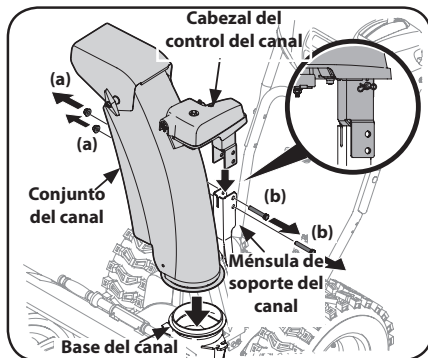

Figura 2-32
1. Extraiga las tuercas de seguridad (a) y los tornillos hexagonales (b) de la ménsula de soporte del canal (para lo que se requerirán dos llaves). Consulte Figura 2-32.
2. Ubique el conjunto del canal sobre la base del canal y el cabezal de control del canal sobre la ménsula de soporte del canal. Consulte Figura 2-32.